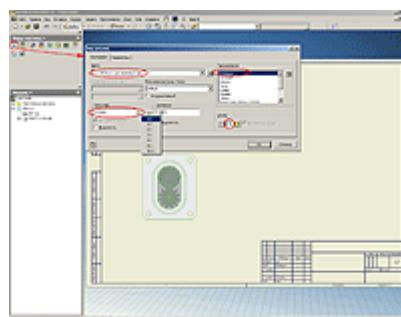

Рисунок 3
3. После этого попадаем в среду создания чертежных видов, со своим полем формата чертежа и соответствующим браузером и инструментальной палитрой. Создадим главный вид, нажав соответствующую кнопку в инструментальной палитре «Главный вид». Открывается окно настройки параметров главного вида. Если файл модели или сборки уже открыт в Inventor, то путь к файлу автоматически подставляется в поле его расположения, при необходимости можно задать расположение файла вручную, нажав кнопку «Обзор» справа от поля месторасположения файла. Затем выбрать направление вида из предложенного списка, задать масштаб (из стандартных или определить пользователем вручную), ввести название вида и определить стиль представления вида (с невидимыми линиями, без невидимых линий или тонирование). После определения параметров главного вида нажать кнопку «OK» или кликнуть левой кнопкой мыши на виде в поле чертежа (см. Рисунок 3).